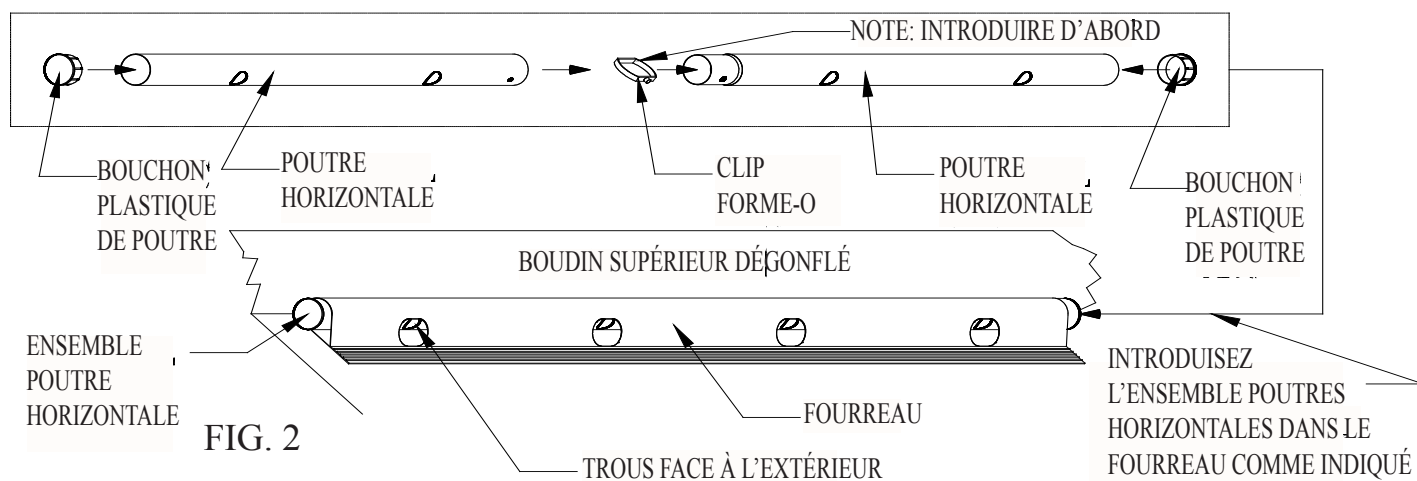

FIG. 2
3. Prenez deux Poutre Horizontale, dont une ayant une extrémité emboutie, installez le Clip Forme-O dans l'extrémité emboutie de la Poutre Horizontale Fig. 2 ensuite connectez les deux Poutre Horizontale ensemble,
tournez lentement une des deux jusqu'à que le bouton s'enclenche dans le trou. Installez les bouchons des Poutres sur les deux extrémités en les tapant légèrement pour les loger en place. Insérez cet ensemble de Poutre Horizontale dans le Fourreau scellé à chaque long côté de la piscine, sous le boudin gonflable Fig. 2. Assurez-vous que les trous destinés aux conduites Forme-U font face à l'extérieur.